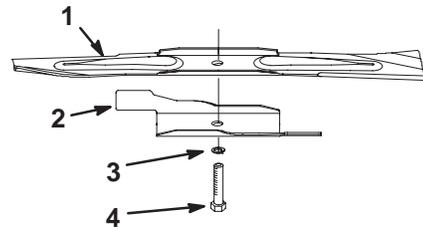

Figure 22
2. Enlevez le boulon et la rondelle de blocage, l'accélérateur et la lame (Fig. 22).